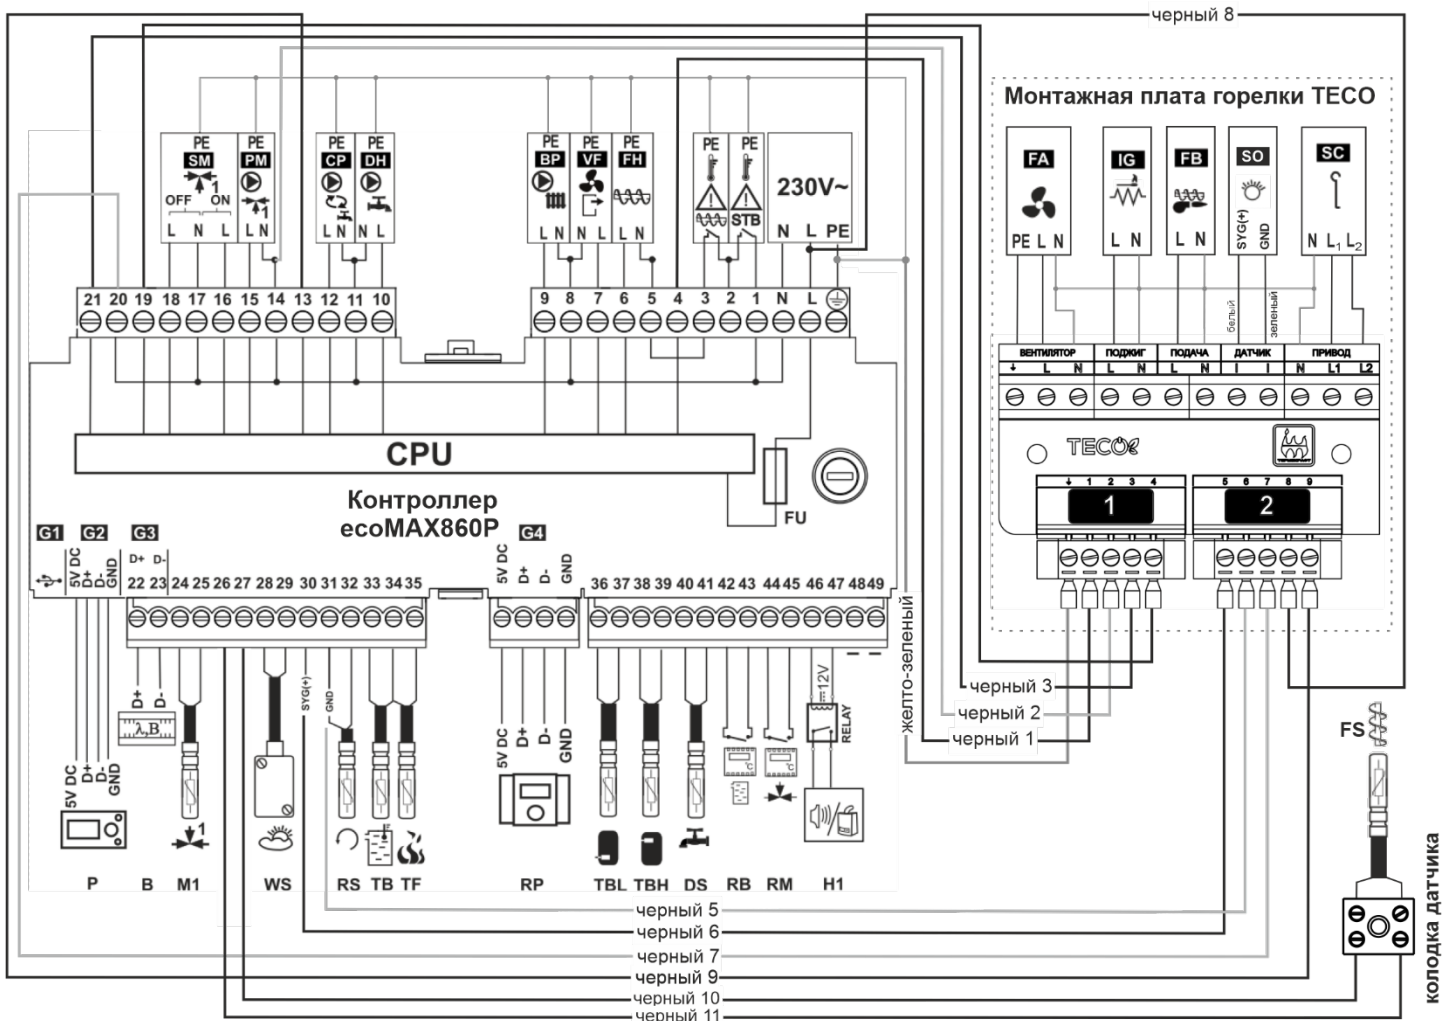

Рис. 8 Схема электрического подключения пеллетной горелки TECO PELLET
Горелка подключается к панели управления по следующей схеме (рис.8)
- отсоединить провода питания керамического ТЭНа от монтажной платы горелки (схема подключения указана на рис.8);